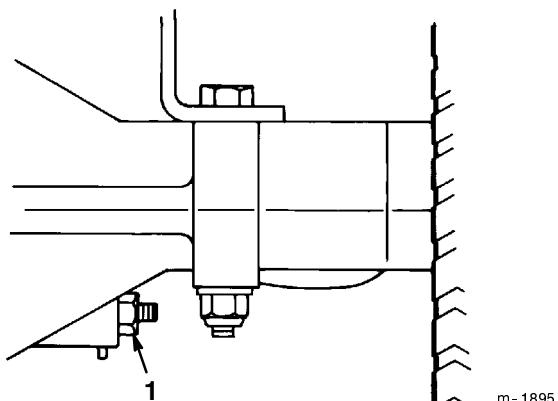

Figure 20
Le frein se trouve du côté droit de l'essieu arrière, à l'intérieur du pneu arrière (Fig. 20). Si le frein ne tient pas ou si la puissance de freinage est insuffisante, un réglage est nécessaire.
2. Pour augmenter la résistance de freinage, serrez l'écrou de réglage du frein (Fig. 20) de 1/8 de tour vers la droite, puis contrôlez de nouveau le frein. Alternez les serrages et les contrôles jusqu'à ce que le frein soit bien réglé.